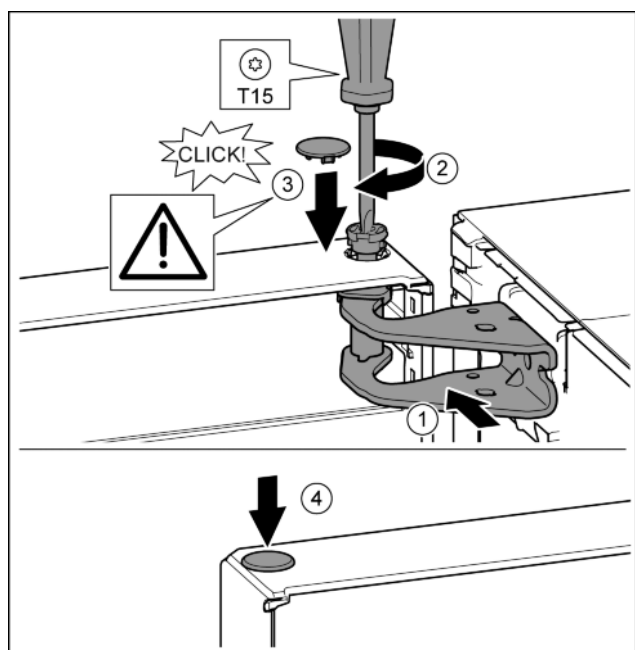

Fig. 24
- ▶ Вирівняйте дверцята зверху по отвору в опорному кронштейні. Fig. 24 (1)
- ▶ Вставте палець та закрутіть за допомогою викруткі T15. Fig. 24 (2)
- ▶ Встановіть захисну кришку для захисту дверцят: вставте захисну кришку і проконтролюйте, щоб вона прилягала до дверцят. Якщо це не так, повністю вставте палець. Fig. 24 (3)
- ▶ Вставте пробку. Fig. 24 (4)